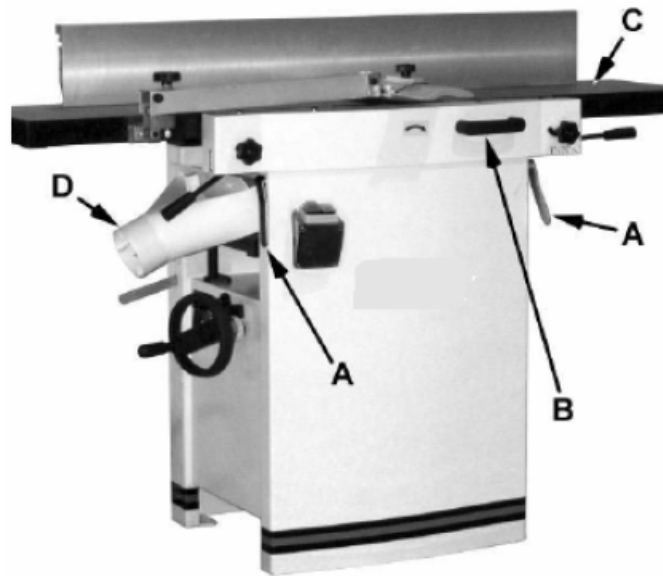

Abbildung 2
Um die Maschinenkonfiguration von Abricht- auf Hobelmaschine zu ändern (siehe Abbildung 2):
1. Ziehen Sie den Entriegelungsknopf (F) und bringen Sie den Staubschacht (D, G) wieder nach links. Sie sollte wie in D, Abb. 2, gezeigt positioniert werden.
2. Lösen Sie die Verriegelung (E) und bringen Sie den Tisch mit dem Kippgriff (B) nach vorne. Es sollte wie in C, Abb. 2, gezeigt positioniert werden.
3. Verriegeln Sie den Tisch (C), indem Sie die Verriegelungsgriffe (A) in Richtung Maschine drücken und nach unten (vom Bediener weg) drehen.